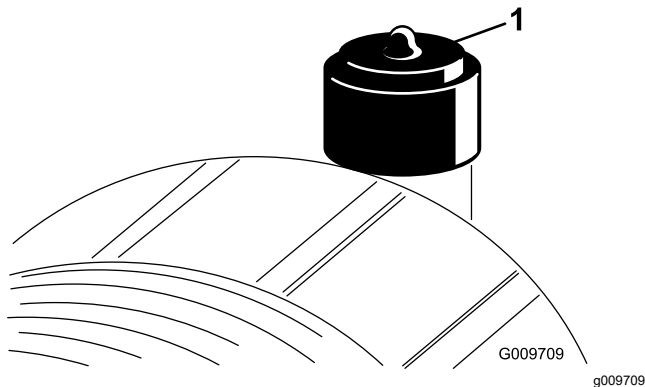

Figure 86
Faites l'entretien du filtre à air uniquement quand l'indicateur de colmatage (Figure 86) indique que cela est nécessaire. Changer le filtre à air prématurément ne fait qu'accroître le risque de contamination du moteur par des impuretés quand le filtre est déposé.
9. Réarmez l'indicateur de colmatage (Figure 86) s'il est rouge.